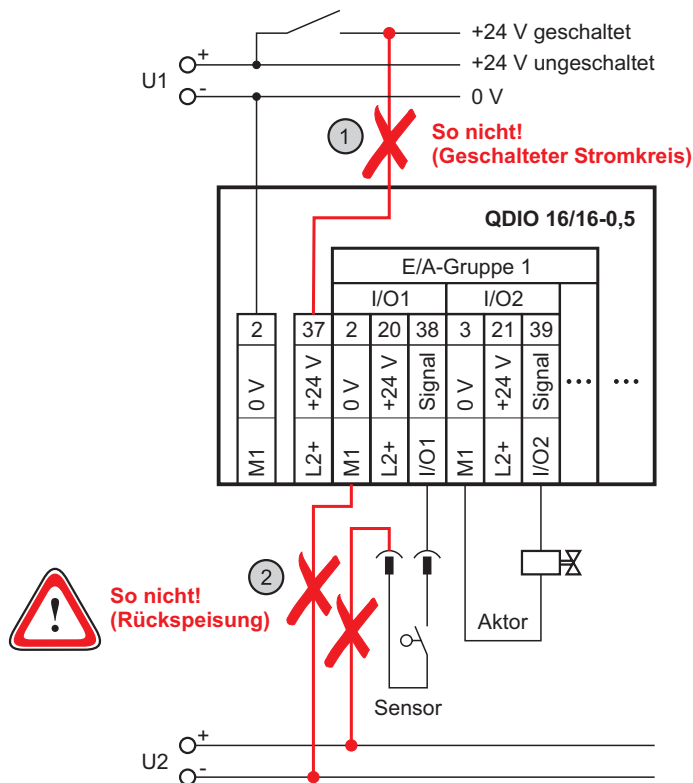

Abbildung 29: Falscher Anschluss von Sensoren an die Stromversorgung über ein QDIO
- ① Die Stromversorgung der angeschlossenen Sensoren muss über eine ungeschaltete Stromversorgung erfolgen. Sie darf nicht, wie in Abbildung 29 auf Seite 45 dargestellt, über geschaltete Stromkreise geführt werden!
- ② Die Stromversorgung der Sensoren innerhalb einer E/A-Gruppe muss immer aus demselben Stromversorgungsgerät wie die Stromversorgung der jeweiligen E/A-Gruppe erfolgen. Sie darf nicht, wie in Abbildung 29 auf Seite 45 dargestellt, über ein separates Stromversorgungsgerät erfolgen (Gefahr einer Rückspeisung)!
- ③ Die Stromversorgung von Ausgängen kann über eine geschaltete Stromversorgung, z. B. mit zwischengeschalteten Geräten (Not-Aus, Handbetrieb, u. ä.), erfolgen.